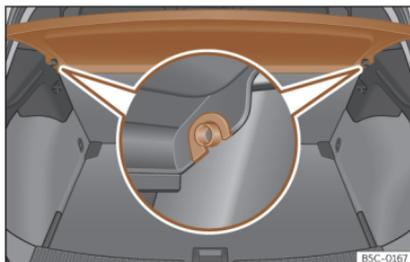

Fig. 116 En el maletero: desmontar y montar la bandeja.
- Desencaje la bandeja de los soportes laterales >>> fig. 116 tirando de ella hacia arriba y extraiga la bandeja.
- Introduzca la bandeja horizontalmente haciendo coincidir la “herradura” sobre el eje de los soportes >>> fig. 116, y presione hacia abajo hasta que encastre.